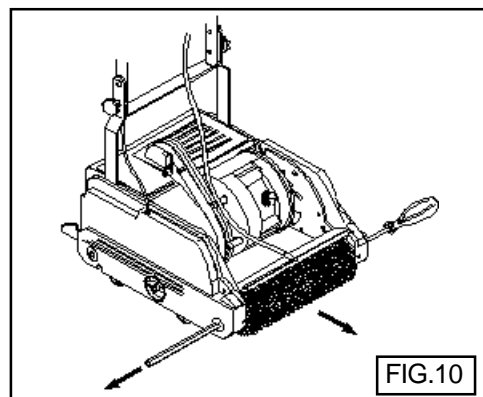

FIG.10
13.1.1 Spazzola anteriore (FIG.10)